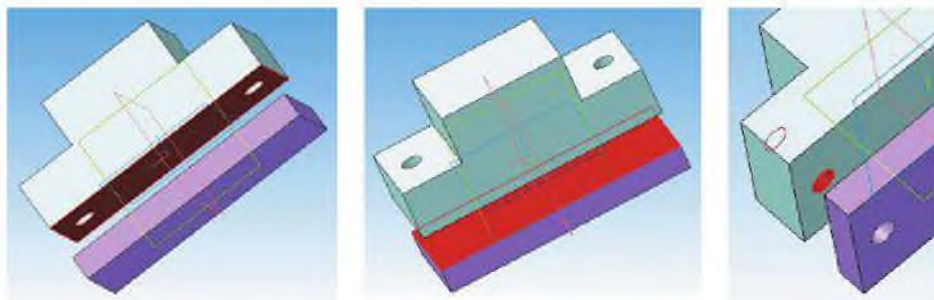

Рисунок 12.8 Выбор поверхностей для параллельного сопряжения
– *Параллельность*  из инструментальной панели *Сопряжения*  установить точность параллельности сопрягаемых граней моделей. Для этого выбрать нижнюю грань *Основания* и верхнюю грань *Планки*, грани выделяются красным цветом (рисунок 12.8);
– *Соосность*  из инструментальной панели *Сопряжения*  установить соосность отверстий, последовательно указав в качестве объектов для сопряжения отверстия в *Планке* и *Основании* (рисунок 12.8).